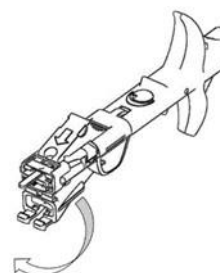

Fig.4
6. Rilasciare con attenzione l'ugello della cartuccia dalla sicura. Fare attenzione a non danneggiare l'estremità dell'ugello. Piegare l'ugello della cartuccia di 180 gradi finchè non scatta in posizione come illustrato in Fig. 4.